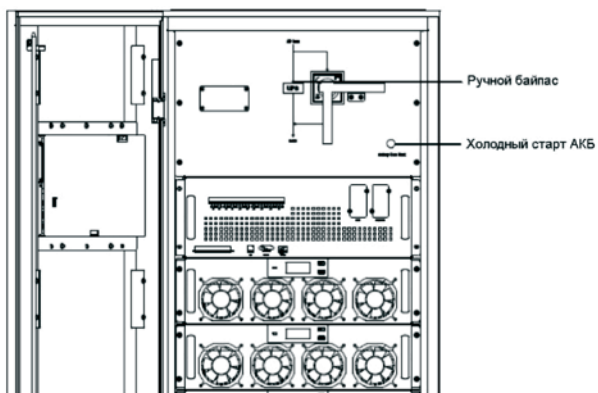
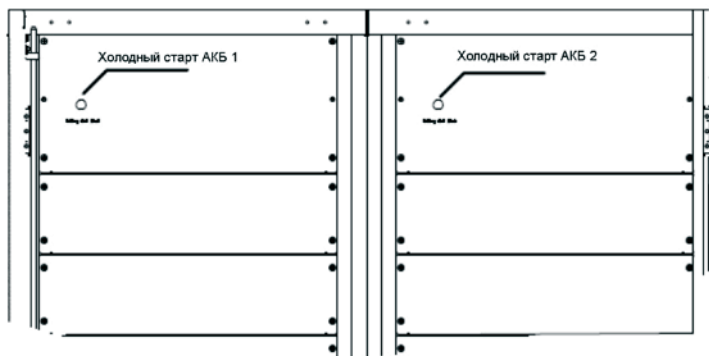

Рис. 4-1. Местоположение кнопки холодного запуска от АКБ для шкафа на 6 и 10 модулей
Рис. 4-2. Местоположение кнопки холодного запуска от АКБ для шкафа на 20 модулей
2. Нажмите и удерживайте красную кнопку холодного запуска от АКБ до тех пор, пока индикатор «ВАТ» не начнет мигать зеленым цветом. Это значит, что ИБП получает питание от АКБ. ИБП на 20 модулей оснащен двумя кнопками холодного старта от АКБ. Каждая кнопка запускает силовые модули своего шкафа. Местоположение кнопки холодного запуска от АКБ для шкафа на 10 модулей показано на рис. 4-1, а для шкафа на 20 модулей – на рис. 4-2.